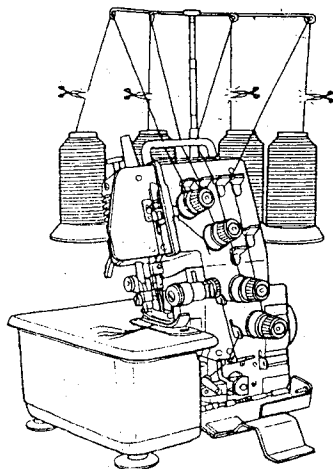

Figura 16
1. Corte el hilo (que se desea cambiar) cerca del cono y ate el hilo nuevo al trozo remanente de hilo en la maquina, tal y como se muestra en la Figura 16.